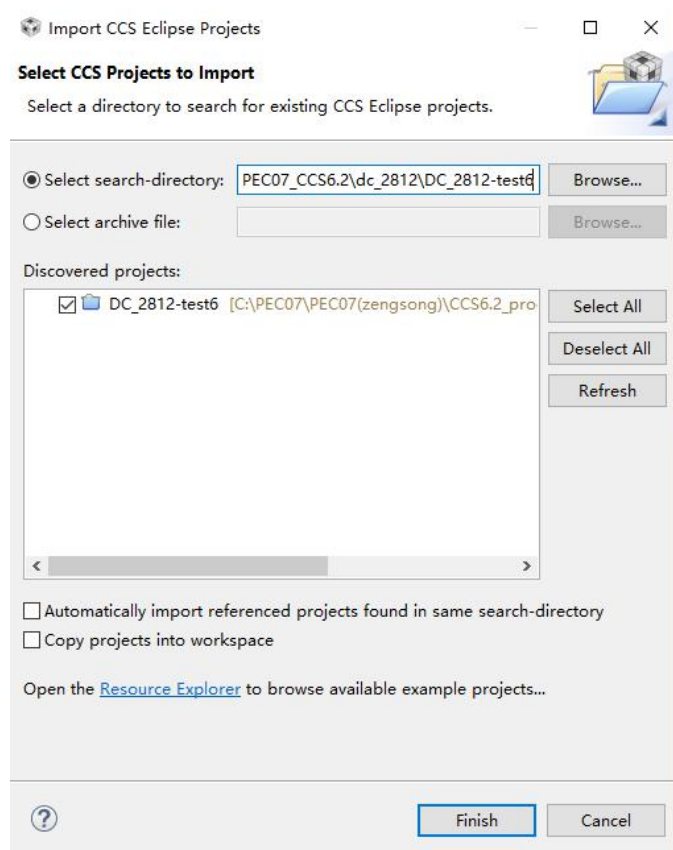

图9 导入工程“DC_2812-test6”
- ② 点击菜单栏上的“Project”，选择“Import CCS projects...”。
- ③ 如图9所示，点击“Browse”，选择“PEC07_CCS6.2\dc_2812\DC_2812-test6”文件夹导入工程。